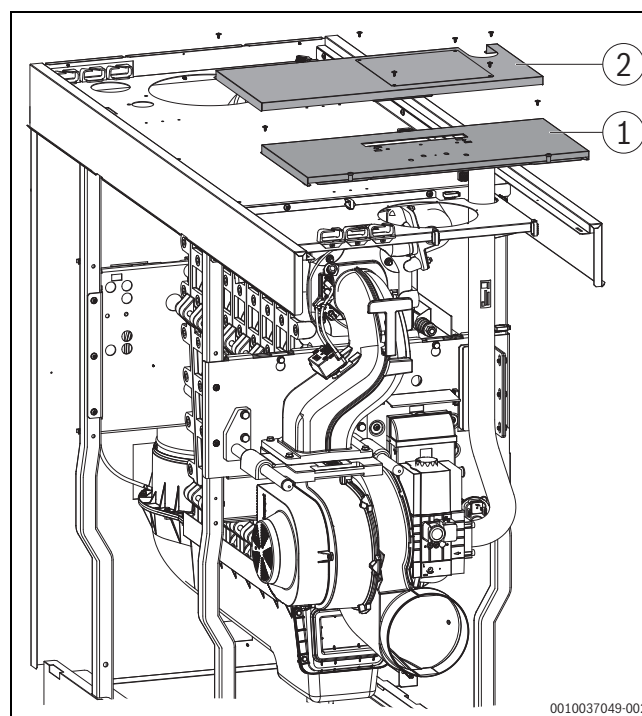

Fig. 32 Montar a capa dianteira
- ▶ Depois dos cabos elétricos estarem colocados, montar a capa da cobertura do ar de combustão (→ fig. 32). Inserir a abraçadeira dobrada no respetivo entalhe na parte da frente da capa.